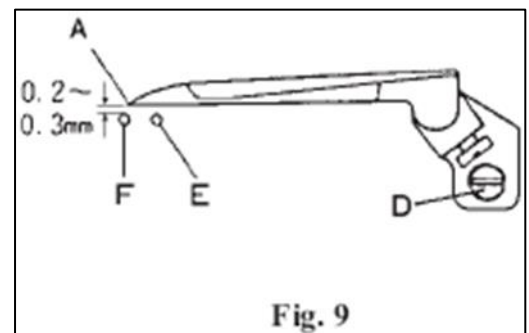

Fig. 9
Cuando la punta (A) del Engarzador llega a la aguja de la Izquierda (F), debe haber un espacio libre de 0.2-0.3 mm entre ellos. Ajuste aflojando el Tornillo (D) en el soporte del Engarzador. Con el Guarda agujas de atrás empuje la aguja de la derecha (E) hacia el frente dejando un espacio libre de 0-0.05 mm entre la Aguja (E) y la punta del Engarzador, (Fig. 9).